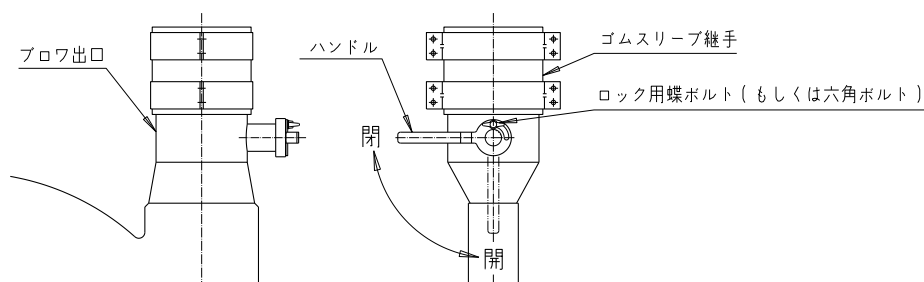

図2 ダンパ
- (1) 風量調整はダンパで可能です。調整をハンドルで行い、その位置はロック用蝶ボルト(もしくは六角ボルト)で固定できます(図2)。